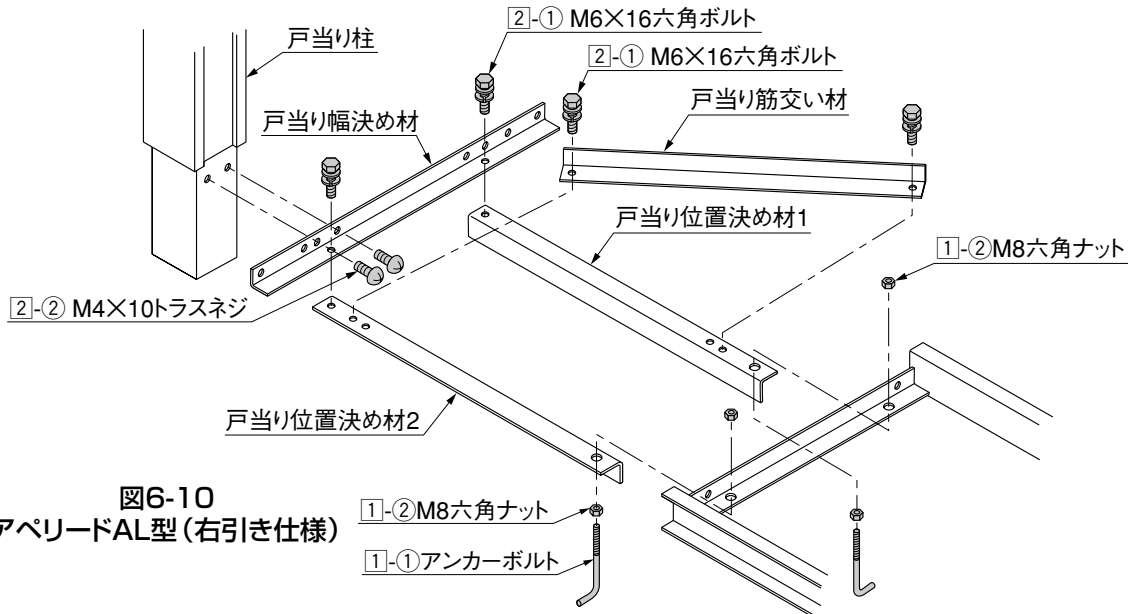

図6-10
- ① 片引き仕様のレール戸当り端部に①-①、①-②で戸当り位置決め材1、戸当り位置決め材2を取付けてください。(図6-10参照)
- ② 戸当り筋交い材を図6-11、図6-12を参照して戸当り位置決め材に②-①で取付けてください。(図6-10参照)
- ③ 図6-13を参照して、戸当り幅決め材を戸当り位置決め材に②-①で取付けてください。(図6-10参照)
- ④ 戸当り柱を図6-13を参照して、戸当り幅決め材に②-②で取付けてください。(図6-10参照)